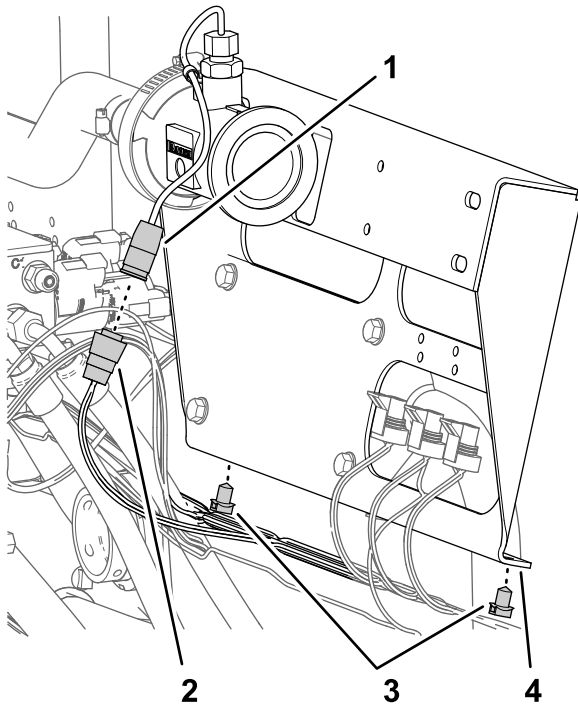

Figure 70
1. Débranchez le connecteur à 3 douilles du faisceau de la machine étiqueté FLOW METER du connecteur à 3 broches du débitmètre (Figure 70).
2. Retirez les 2 fixations à pression du faisceau de la machine situées sur la bride inférieure de la patte de support de vanne de section (Figure 70).